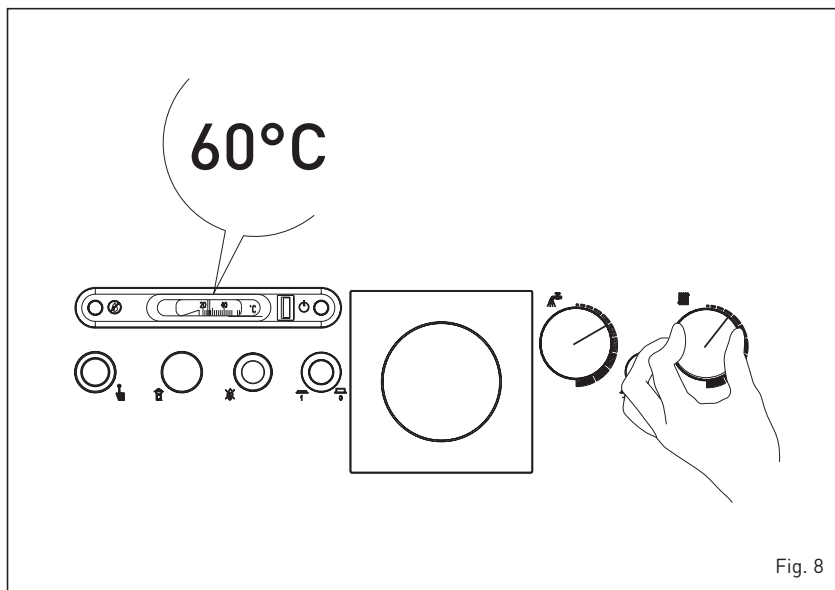

Fig. 8
3.2.2 Thermostat de chaudière (fig. 8)